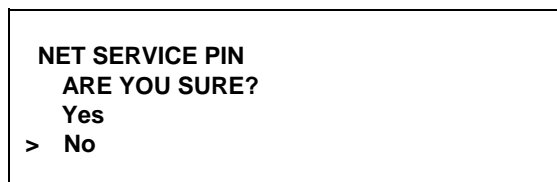

图 39
**NET SERVICE PIN**（网络服务密码）屏允许经理对联网的厨房初始化网络连接。（见图 39）